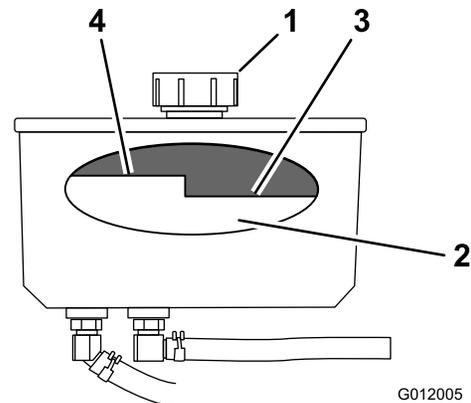

Рисунок 71
3. Очистите зону вокруг крышки и заливной горловины гидравлического бака (Рисунок 71).
4. Снимите крышку с заливной горловины (Рисунок 71).
горячей рабочей жидкости на перегородке (Рисунок 71).